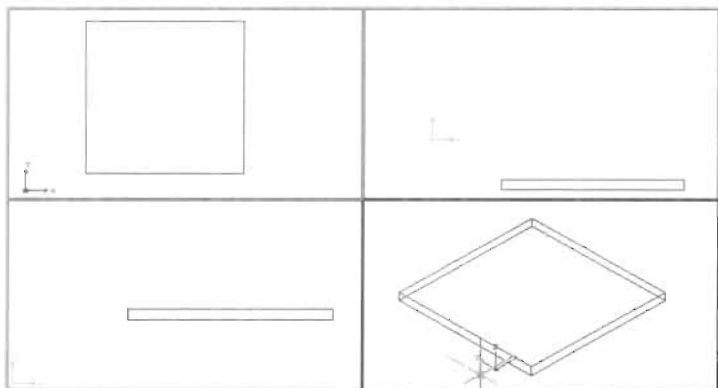

图 12-31
(6) 选择俯视图, 在命令行中输入 box 命令, 在顶视图中创建一个长方体, 观察模型在各个视图中的显示效果, 如图 12-31 所示, 命令执行过程如下。